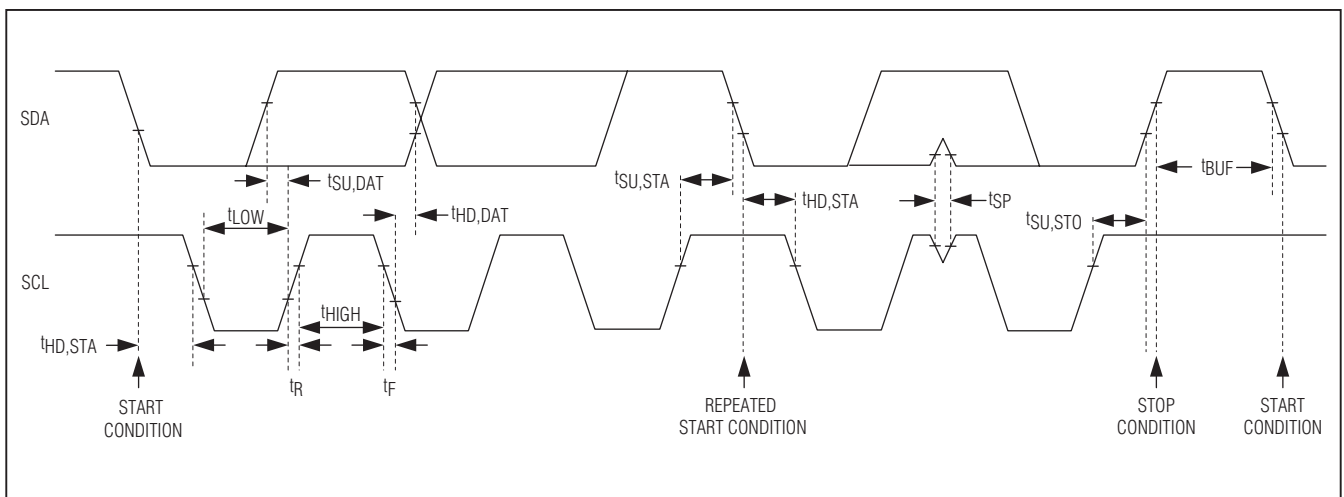

図3. 2線式シリアルインタフェースタイミング図
このICは、シリアルデータライン(SDA)とシリアルクロックライン(SCL)で構成される、I²C/SMBus™対応の2線式シリアルインタフェースを備えています。SDAおよびSCLは、最高400kHzのクロックレートにおいてICとマスター間の通信を容易化します。図3は、2線式インタフェースのタイミング図を示しています。マスターは、SCLを生成し、バス上のデータ転送を開始します。マスターデバイスは、適正なスレーブアドレス、レジスタアドレス、データワードの順でデータを送出することによって、ICにデータを書き込みます。各送信シーケンスは、START (S)またはREPEATED START (Sr)条件、およびSTOP (P)条件によってフレーム設定されます。ICに送信される各ワードは、8ビット長で、その後にアクノリッジクロックパルスが続きます。マスターがICからデータを読み取る場合、適正なスレーブアドレスとその後に一連の9つのSCLパルスを送出します。ICは、マスターによって生成されたSCLパルスと同期してSDA上にデータを送出します。マスターは、各データバイトの受取りをアクノリッジします。各読取りシーケンスは、STARTまたはREPEATED START条件、非アクノリッジ、およびSTOP条件によってフレーム設定されます。SDAは、入力とオープンドレイン出力の両方として動作します。標準的には、500Ω以上のプルアップ抵抗がSDAバス上に必要となります。SCLは、入力のみとして動作します。バス上に複数のマスターが存在するか、シングルマスターシステムにおけるマスターがオープンドレインSCL出力を備えている場合は、標準的には500Ω以上のプルアップ抵抗がSCL上に必要となります。SDAおよびSCLにおける直列抵抗は、オプションです。直列抵抗は、バスライン上の高電